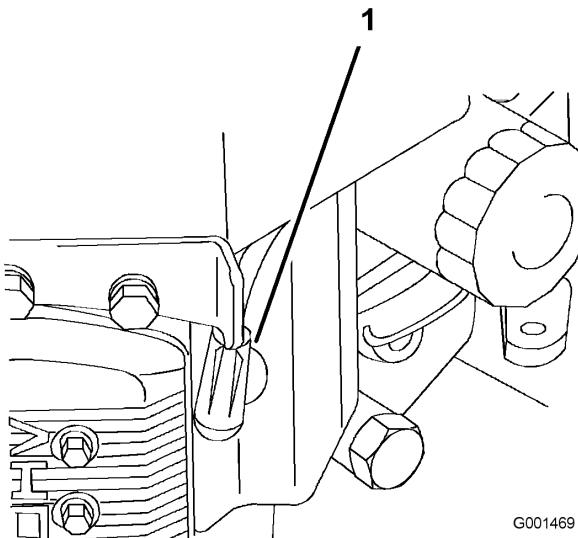

Figure 25
- Débranchez les bougies (Figure 25).